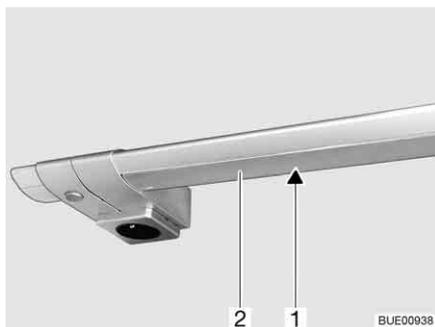

Fig. 226 Luz de la cocina
- Comprimir ligeramente la tapa (Fig. 226,2) con ambas manos y tirarla hacia abajo. Al hacerlo, empezar siempre por el extremo de la izquierda o el extremo de la derecha.
- Extraer la bombilla halógena (Fig. 226,1).